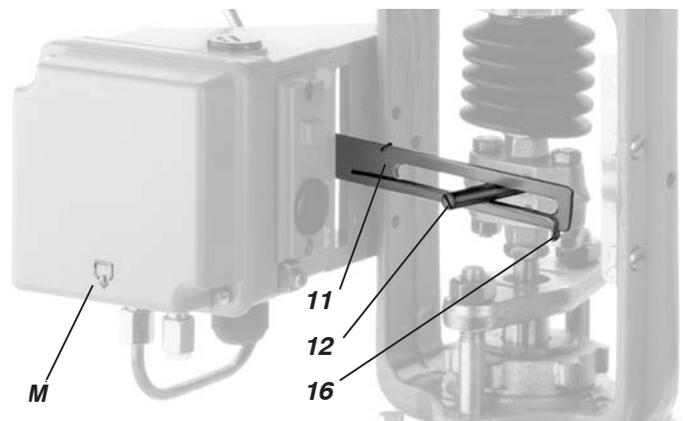

Abb. 12: Abgriff des Stellungsreglers Montage-seite links
- a) Anlenkbolzen **12** in die Antriebskupplung schrauben (siehe Abb. 12).
Den Anlenkhebel **11** so auf die Durchführungs-welle **15** und den Anlenkbolzen **12** aufstecken, daß sich die Ausgleichsfeder **16** bei Montage-seite links unter dem Anlenkbolzen **12**, bei Montage-seite rechts über dem Anlenkbolzen **12** befindet (siehe Abb. 12). Anlenkbolzen einschrauben.
- i) **Gehäusedeckel so anschrauben, daß sich die Kondenswassernase bei angebautem Gerät unten befindet** (siehe Markierung 'M' in Abb. 12).